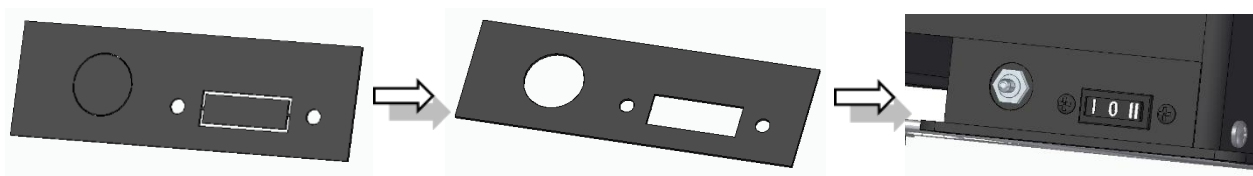

Figura 53 – Fijación del microinterruptor y botón On-Off
c. Por último, debe colocar el micro-interruptor y el botón On-Off en el lugar adecuado, como se muestra en la Figura 53, primero debe romper las micro-uniones de la placa que se encuentra en el equipo, en la esquina inferior derecha para fijar los componentes.